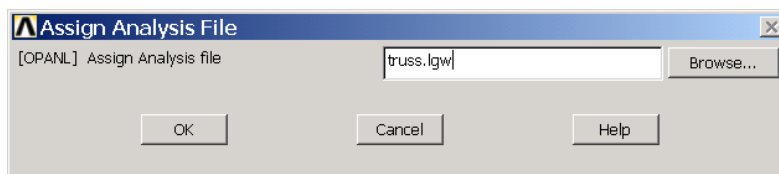

图12.34 指定分析文件
(23) 下面生成优化分析文件。单击【Utility Menu】|【File】|【Write DB Log File】菜单，弹出【Write Database Log】对话框，在【Write Database Log To】文本框中输入【truss.lgw】，单击【OK】按钮。
(24) 下面指定分析文件。单击 Main Menu>Design Opt>Analysis File>Assign 菜单，弹出如图 12.34 所示的对话框。在【Assign Analysis file】文本框中输入刚才生成的分析文件名【truss.lgw】，单击【OK】按钮即可。